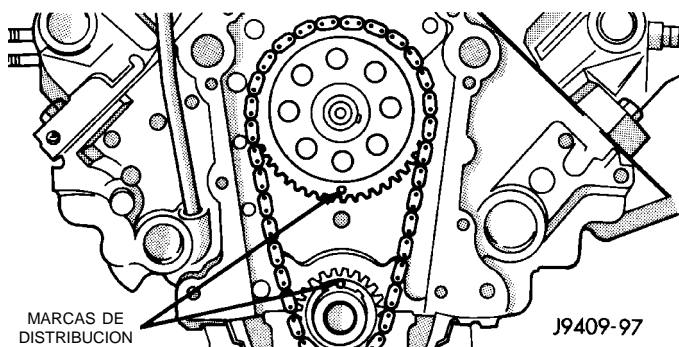

Fig. 26 Alineación de las marcas de distribución está dentro de estos límites, instale una nueva placa de empuje.
(1) Coloque la rueda dentada del árbol de levas y la del cigüeñal en el banco, situando las marcas de distribución en una línea central imaginaria exacta a través de los huecos del árbol de levas y del cigüeñal.
(2) Coloque la cadena de distribución alrededor de ambas ruedas dentadas.
(3) Haga girar el cigüeñal y el árbol de levas para alinearlos con la ranura de chaveta en la rueda dentada de cada uno de ellos.
(4) Levante las ruedas dentadas y la cadena (mantenga las ruedas dentadas contra la cadena en posición tal como se describe).
(5) Deslice uniformemente ambas ruedas dentadas sobre sus respectivos ejes y utilice un escantillón para verificar la alineación de las marcas de distribución (Fig. 26).
(6) Instale el perno del árbol de levas y apriete con una torsión de 68 N·m (50 lbs. pie).
(7) Verifique el juego longitudinal del árbol de levas. Debería ser de 0,051-0,152 mm (0,002-0,006 pulg.) con una placa de empuje nueva y hasta 0,254 (0,010 pulg.) con una placa de empuje usada. Si no